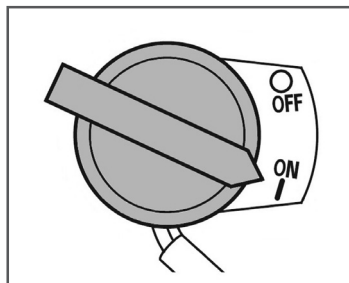

Рис. 20 Выключатель зажигания
5. Выключатель зажигания переведите в положение «ON» (Включено) (Рис. 20).
При возникновении аварийной ситуации, для экстренной остановки двигателя мотопомпы переведите выключатель зажигания в положение «OFF» (ВЫКЛЮЧЕНО) (Рис. 20).
- Переведите выключатель зажигания в положение «OFF» (ВЫКЛЮЧЕНО) (Рис. 20).